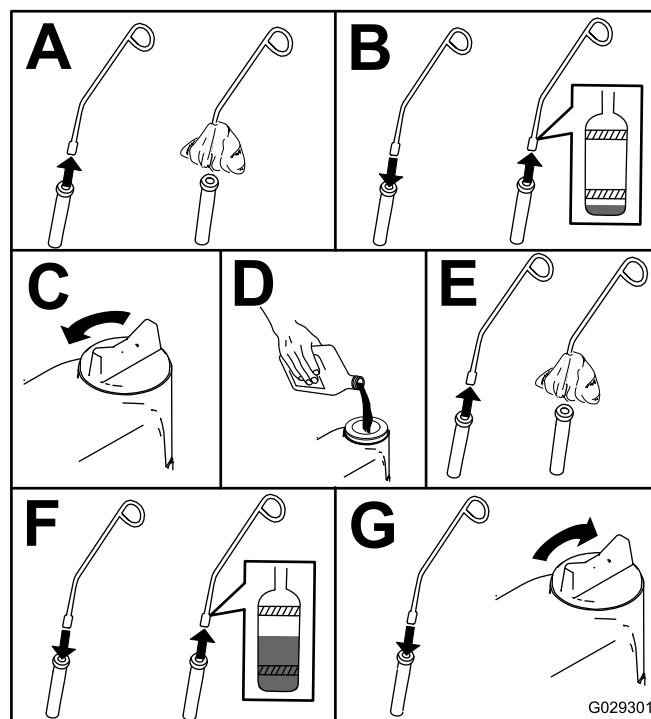

Figura 37
4. Compruebe el nivel de aceite del motor, según se muestra en Figura 37.